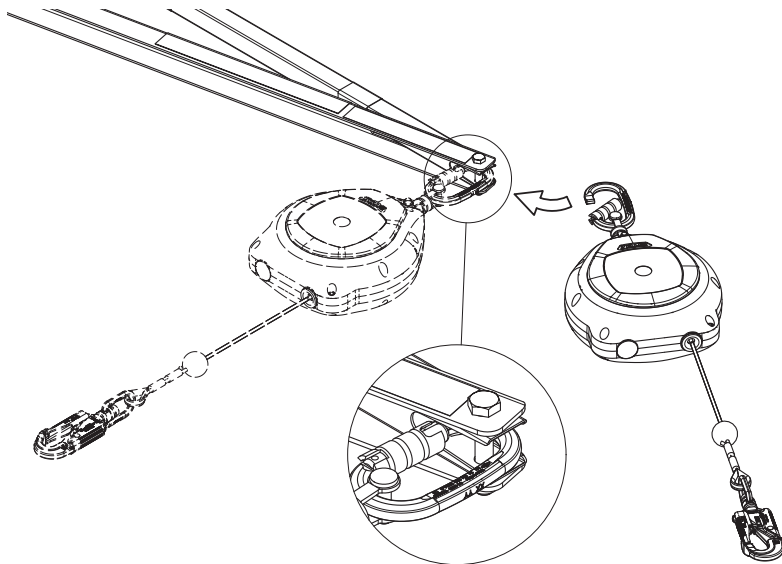

Figure 29. Fixation de l'enrouleur automatique d'arrêt de chute 6,2 m
10.2 Raccordez le dispositif d'arrêt de chute rétractable. Vérifiez que chaque composant est correctement fixé au point d'ancrage SkyReach. La Figure 29 illustre comment l'enrouleur automatique d'arrêt de chute Falcon 6,2 m se fixe au point d'ancrage.